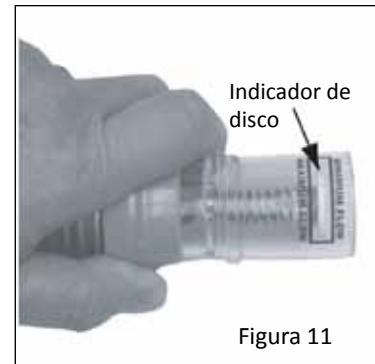

Figura 11
- Gire el botón de ajuste de la válvula reguladora en sentido horario para aumentar el flujo, o en sentido antihorario para reducirlo, hasta que el indicador de disco del medidor de caudal quede entre el caudal "Máximo" y "Mínimo". Véase la **Figura 11**.